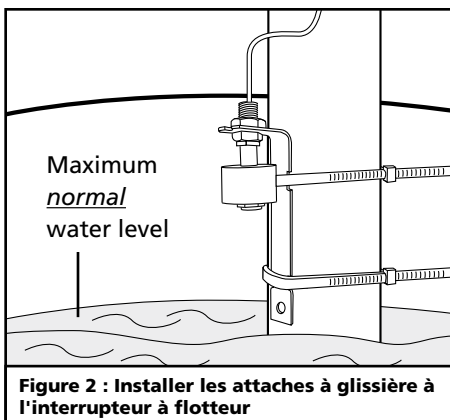

Figure 2 : Installer les attaches à glissière à l'interrupteur à flotteur
9. Utiliser deux attaches à glissière pour fixer l'interrupteur au tuyau de décharge des pompes (Fig. 2).